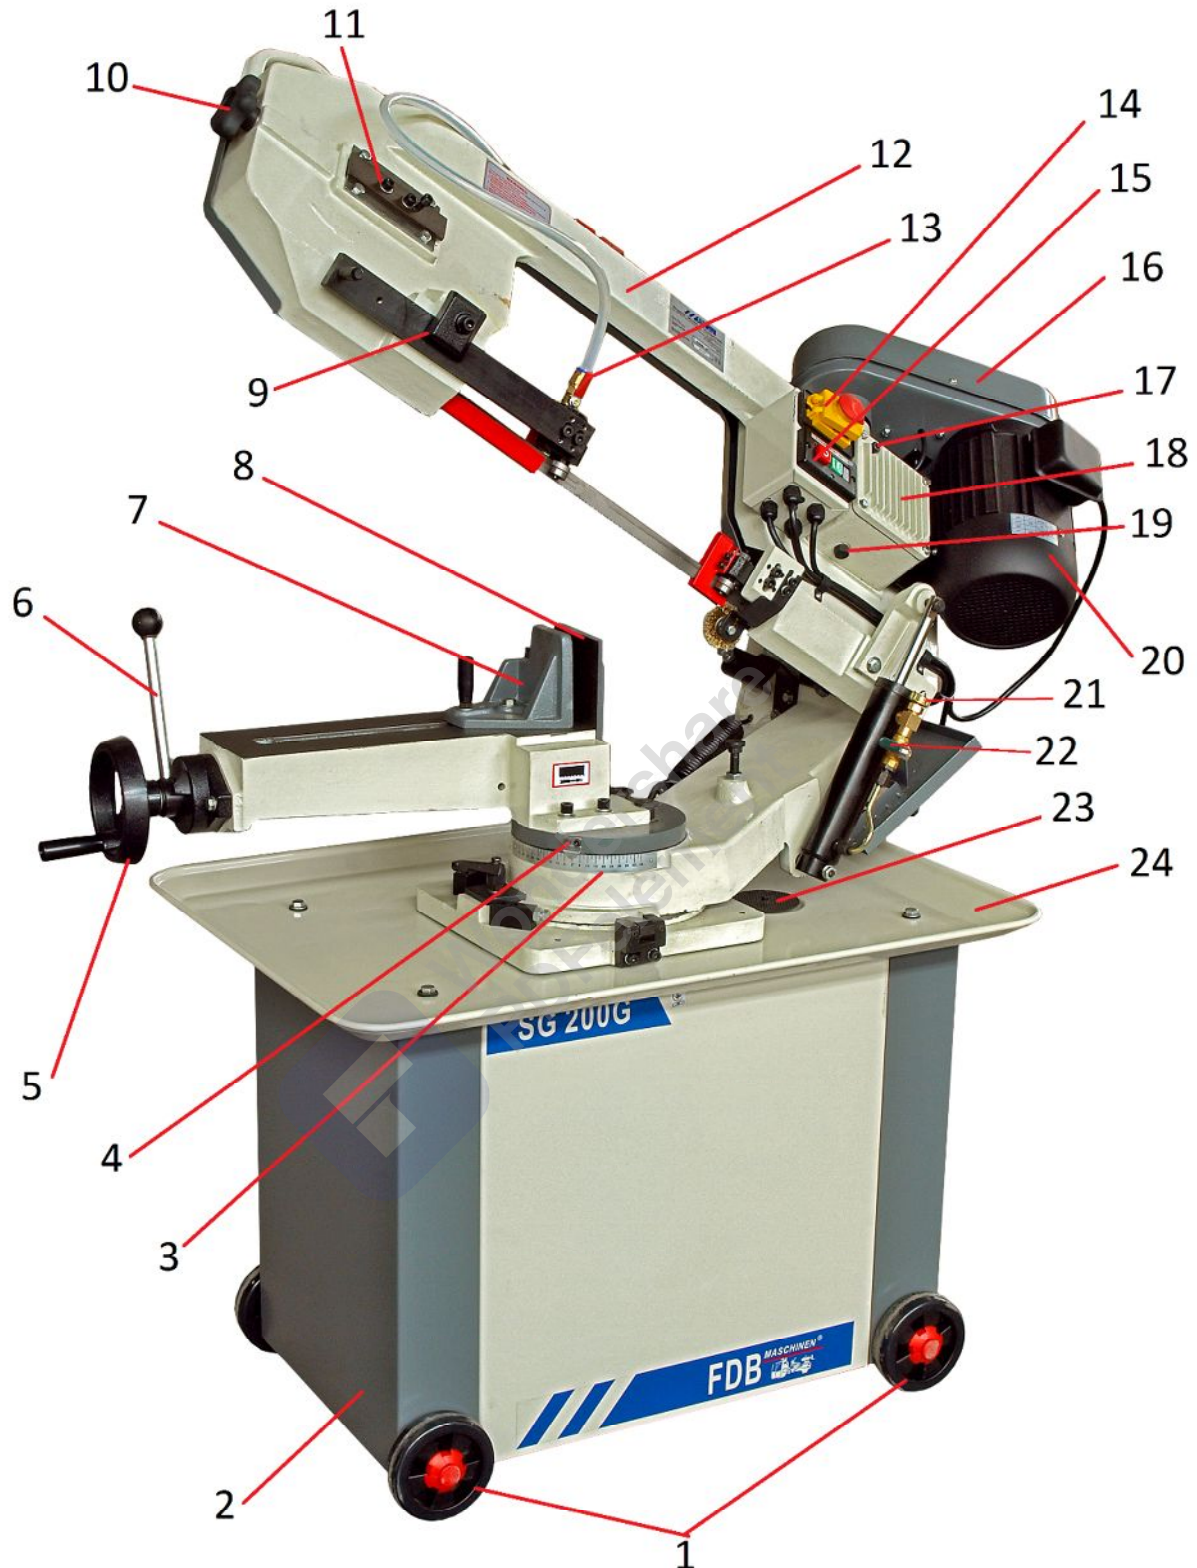
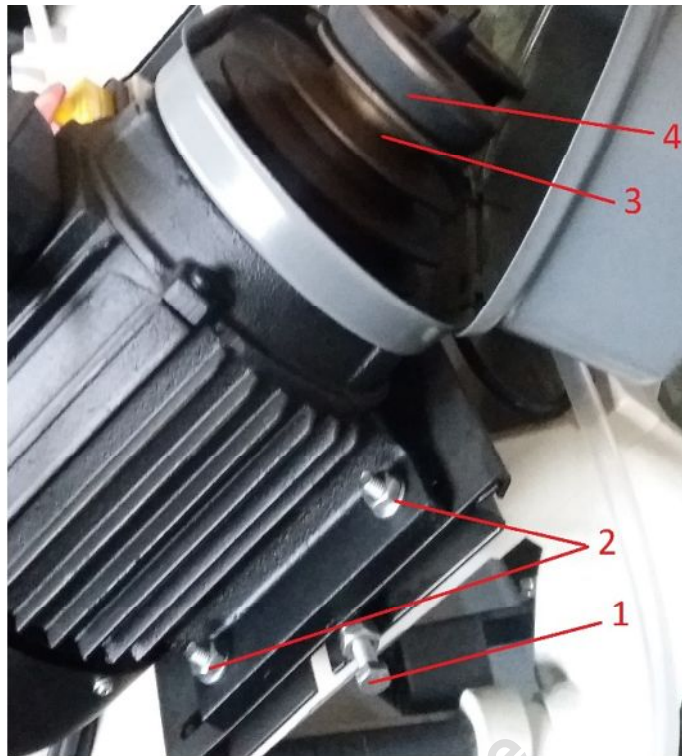
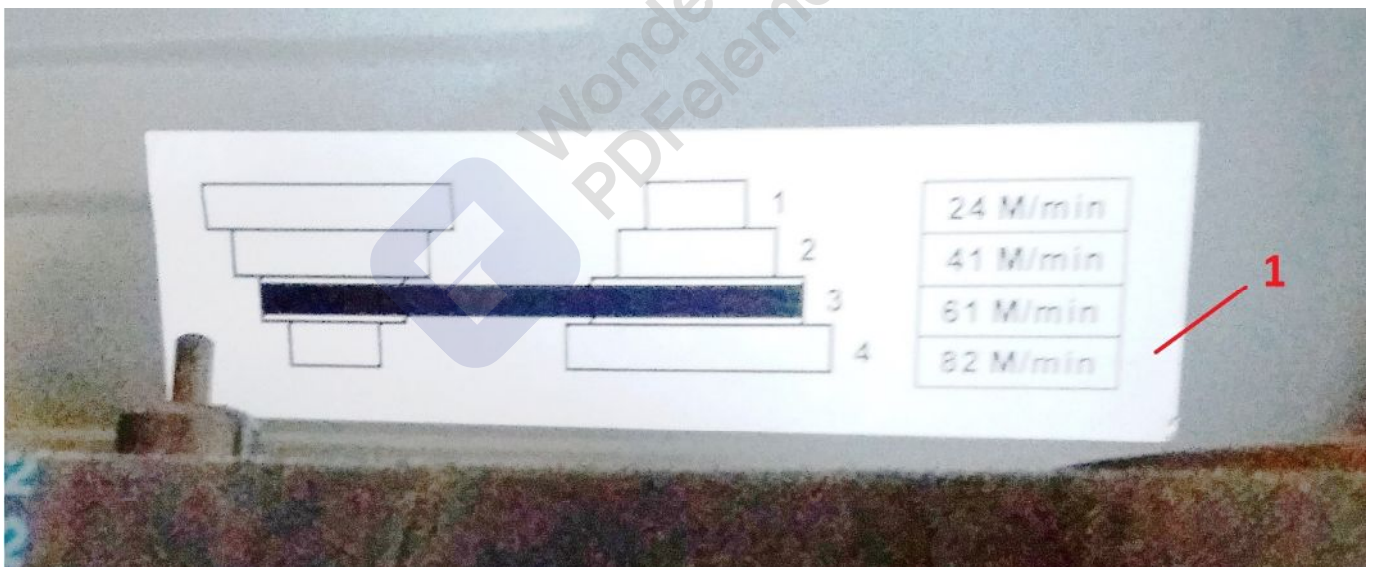
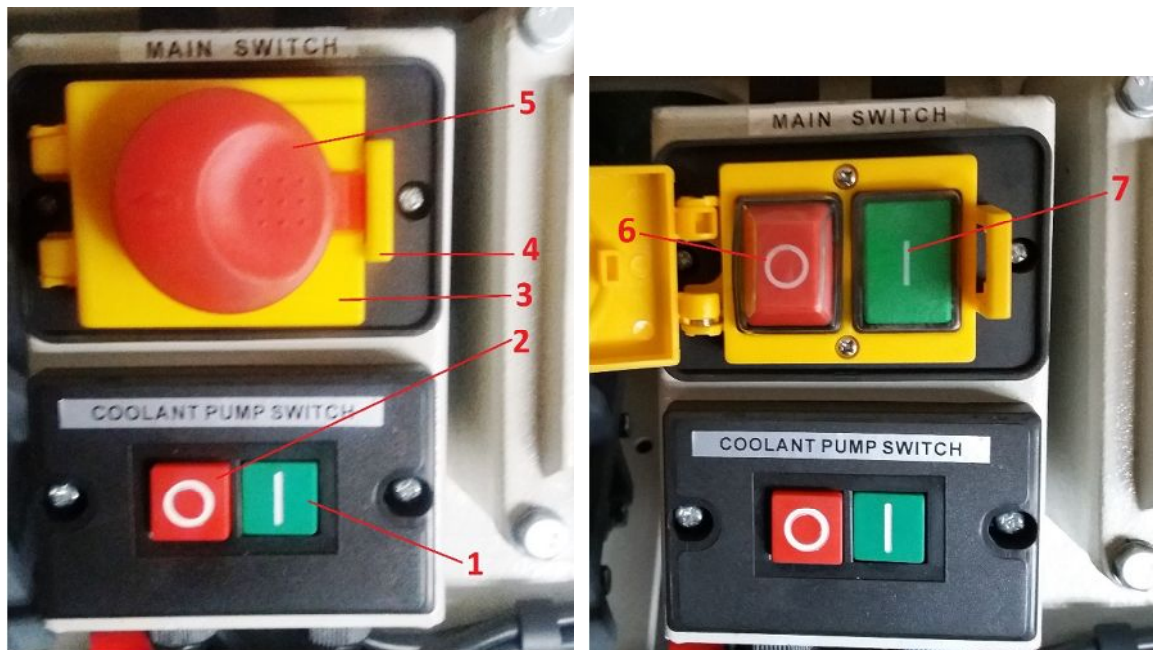

Рис. 1.1 Принципиальное устройство станка:
Рис. 1.3 Принципиальное устройство станка:
Рис. 1.4 Принципиальное устройство станка:
Рис. 1.5 Принципиальное устройство станка
- откройте клапан гидроцилиндра – переведите ручку крана клапана гидроцилиндра (поз. 22 рис. 1.1) в вертикальное положение;
- подымайте пыльный агрегат (поз. 12 рис. 1.1) в крайнее верхнее положение и зафиксируйте его в этом положении – поверните ручку крана клапана гидроцилиндра (поз. 22 рис. 1.1) в горизонтальное положение;
- установите пыльное полотно подвижной (поз. 9 рис. 1.1) и неподвижной направляющих, на ведущее и ведомое колёса зубьями в сторону электродвигателя;
- нажмите на кнопку аварийной остановки (поз. 5 рис. 1.5);
3. Подымите пильный агрегат (поз. 12 рис. 1.1) в верхнее положение и зафиксируйте его в этом положении.
4. Выберите необходимую скорость вращения пильного полотна – откройте крышку коробки (поз. 16 рис. 1.1) привода редуктора, ослабьте крепление (поз. 2 рис. 1.3) электродвигателя и болт натяжения (поз. 1 рис. 1.3) приводного ремня. Установите приводной ремень (поз. 4 рис. 1.3) на соответствующие шкивы (рис. 1.4), выполните натяжение приводного ремня, закрепите электродвигатель и закройте крышку коробки (поз. 16 рис. 1.1) привода редуктора.
5. Откройте крышку кнопок электродвигателя пильного полотна (поз. 3 рис. 1.5) с кнопкой аварийной остановки (поз. 5 рис. 1.5).
6. Включите пильный агрегат – подымите крышку кнопок электродвигателя пильного полотна (поз. 3 рис. 1.5) и нажмите на кнопку «ПУСК» (поз. 7 рис. 1.5) электродвигателя пильного агрегата.
7. Включите подачу СОЖ – приоткройте кран (поз. 13 рис. 1.1) подачи СОЖ и нажмите на кнопку «ПУСК» (поз. 1 рис. 1.5) электродвигателя подачи СОЖ.
При выявлении нехарактерных для работы пильного агрегата шумов, скрежета, запаха гари немедленно выключите станок кнопкой аварийной остановки (поз. 5 рис. 1.5) и отсоедините станок от электрической сети.
8. Для остановки станка нажмите на кнопку аварийной остановки (поз. 5 рис. 1.5).
2. Поместите материал, который необходимо отрезать в тиски: прижмите его к не подвижной губке (поз. 8 рис. 1.1) и фиксатору длины резания, прижмите его подвижной губкой тисков (поз. 7 рис. 1.1) и подожмите подвижную губку рычагом (поз. 6 рис. 1.1).
3. Выберете необходимый угол реза – ослабьте рукоятку (поз. 9 рис. 1.1) основания пильного агрегата и поворотом пильного агрегата установите по шкале (поз. 3 рис. 1.1) требуемый угол резания.
4. Установите подвижную направляющую (поз. 9 рис. 1.1) пильного полотна максимально близко к подвижной губке тисков (поз. 7 рис. 1.1).
8. Выполните резку заготовки – переведите ручку крана клапана (поз. 22 рис. 1.1) гидроцилиндра в вертикальное положение и вентилем (поз. 21 рис. 1.1) отрегулируйте скорость опускания пильного агрегата (скорость резания $\text{см}^2/\text{мин}$).